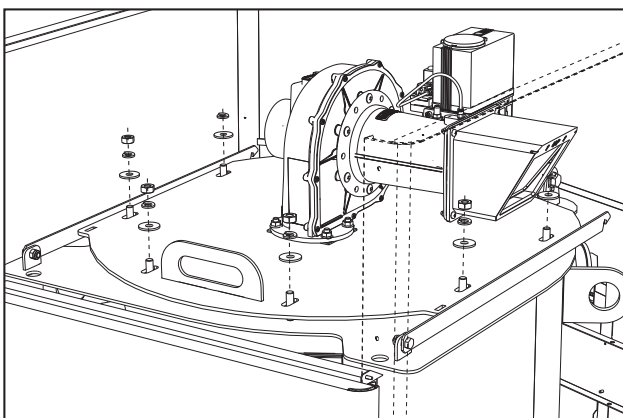

fig. 67
- Quite las tuercas y arandelas (fig. 67).